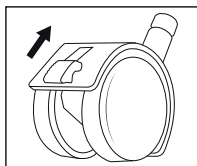

Fig. 5
- ◆ El aparato cuenta con cuatro ruedas 10/11 para facilitar el transporte. Para soltar la palanca de las dos ruedas con palanca de freno 11, mueva la palanca hacia arriba (consulte la fig. 5). Tras esto, el aparato podrá rodar cómodamente.